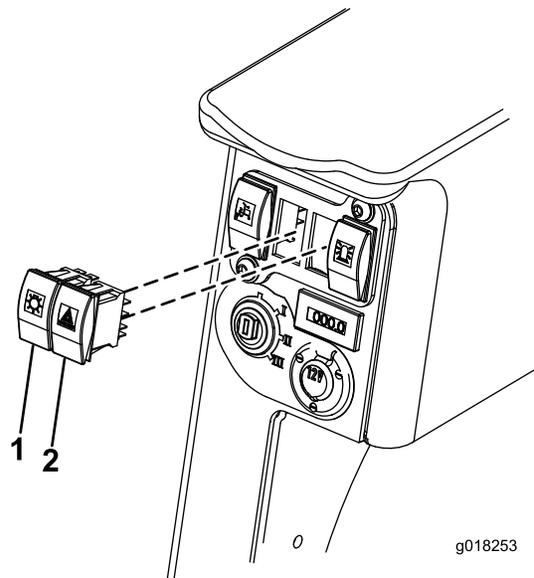

Figura 18
7. Conecte los interruptores de los faros y de las luces de emergencia al conector correcto e introduzca el interruptor a presión en el hueco (Figura 18).